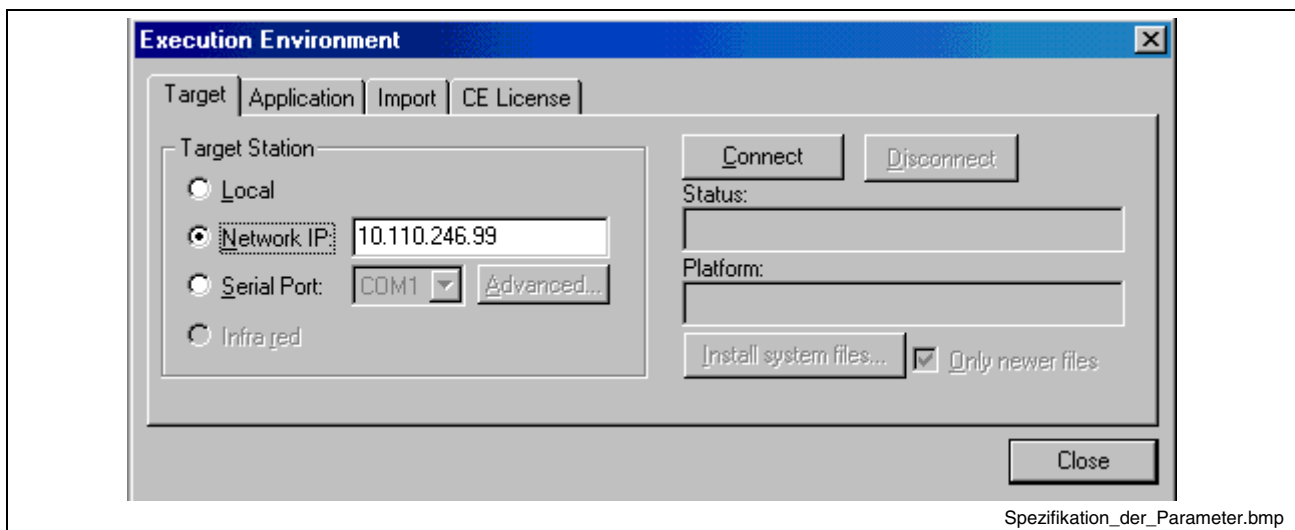

Fig. 7-3: Specifying the parameters
- Fig. 7-3: Specifying the parameters 7-2